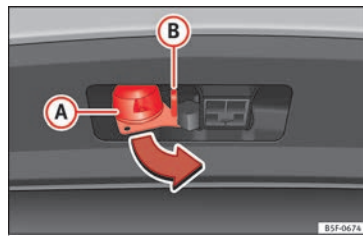

Fig. 231 Girar o conector de 13 polos
- Segure no conector de 13 polos pela zona (A) e retire-o no sentido da seta » Fig. 231.
- Segure no conector de 13 polos pela zona (A) e introduza-o no sentido contrário ao da seta » Fig. 231.
O olhal de segurança (B) » Fig. 231 serve para engatar o cabo de retenção do reboque.